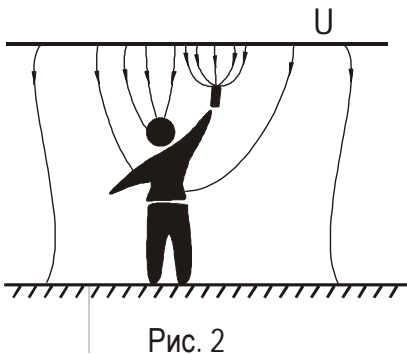

Рис. 2
5.2. При определении с земли наличия напряжения на проводах воздушной линии (ВЛ) следует располагаться на участках, где расстояния от проводов до земли близки к наименьшим допускаемым. Прибор должен находиться **выше головы** (рис.2).